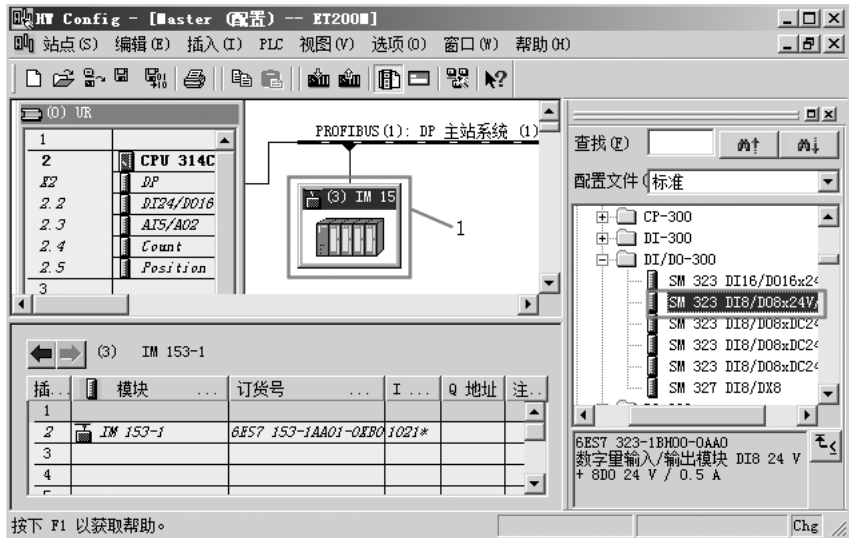

图 8-80 插入模块
9) 插入输入模块。选中“1”处的 IM153 - 1，再展开“DI/DO - 300”，并双击“SM 323 DI8/DO8x24V/0.5A”，插入模块如图 8-80 所示。